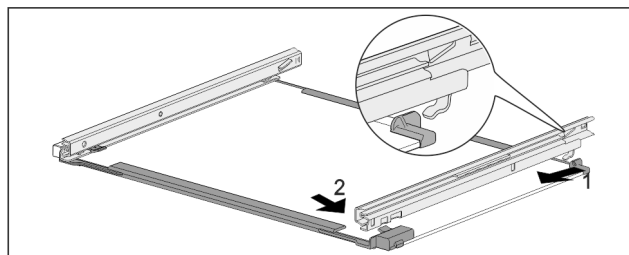

Fig. 254 Скляна пластина з рейками
- ▶ Зачепити рейку ззаду. Fig. 254 (1)
- ▶ Зафіксуйте рейку спереду. Fig. 254 (2)